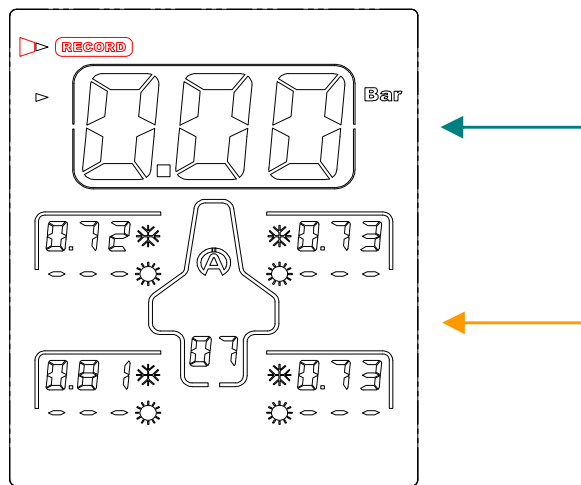

Figure 1
- 1) With the help of the buttons  , select the icon « **RECORD** » (*figure 1*)